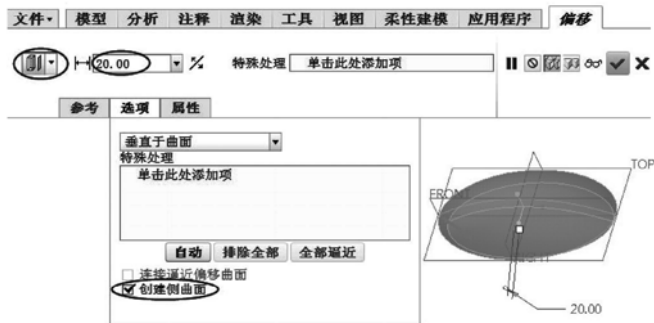

图 7-118 标准偏移特征参数设置
- 4 打开“偏移”选项卡的“选项”面板，从一个下拉列表框中选择“垂直于曲面”为“拟合类型”选项（其余为默认选项），接着选中“创建侧曲面”复选框使新创建的标准偏移曲面带有侧曲面，如图 7-118 所示。